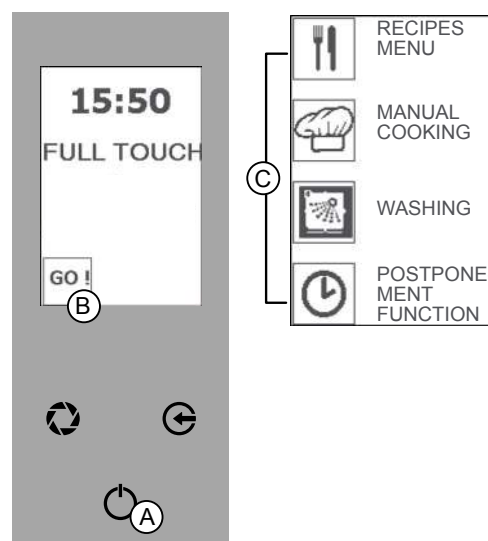

Fig.1
A tecla "ENTER" (Fig.1/A) pode ser selecionada para executar 3 funções diferentes:
- Modalidade "STAND BY": ecrã apagado e tecla "ENTER" iluminada (Fig.1).
- Modalidade "PÁGINA INICIAL": ecrã aceso, visualização do relógio e tecla "ENTER" iluminada (Fig.1).
- Modalidade "MENU PRINCIPAL": visualização das funções (MENU RECEITAS - COZEDURA MANUAL - LAVAGEM - FUNÇÃO ADIADA - Fig.1/C).